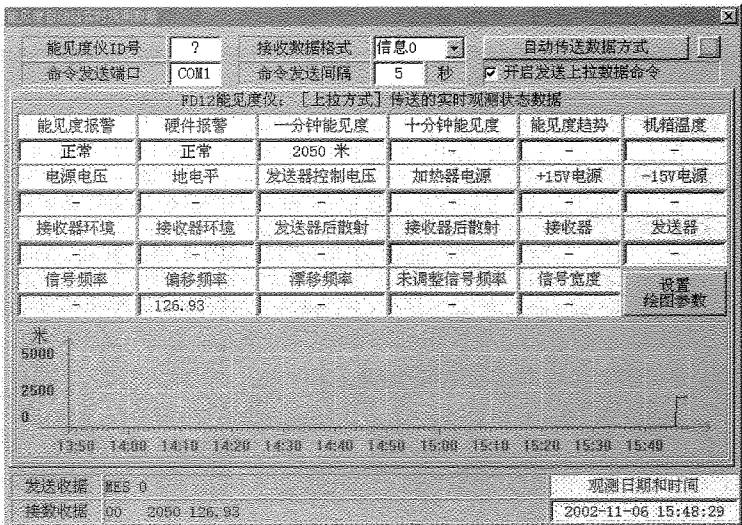

图 7-28 勾选“开启发送上拉数据命令”
(8) 在查看实时数据里点击“自动传送数据方式”改变不同的方式进行数据传输。在上拉的方式下选择所要接收的数据格式和输入命令发送间隔,并在“开启发送上拉数据命令”前画勾(图 7-28)。